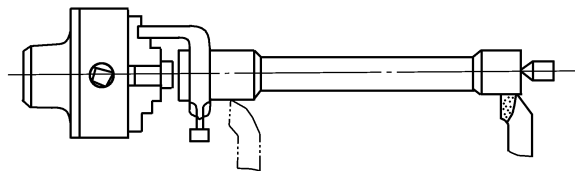

图 3-39 车两端外圆、找正尾座中心
(4) 将夹有对分夹头的一端中心孔放置在前顶尖上, 另一端中心孔用后顶尖支顶, 松紧程度以没有轴向窜动为宜, 如果后顶尖用固定顶尖支顶, 应加润滑油, 然后将尾座套筒的紧固螺钉压紧。
(5) 粗车外圆, 测量并逐步找正外圆锥度, 其具体过程是粗车外圆, 测量两端工件直径来调整尾座的横向偏移量, 如工件右端直径大, 左端直径小, 尾座应向操作者的方向移动。如工件右端直径小, 左端直径大, 尾座的移动方向则相反。为了节省找正工件的时间, 往往先将工件中间车凹, 如图 3-39 所示 (外径不能小于图样要求), 然后车削两端外圆, 并测量找正即可。